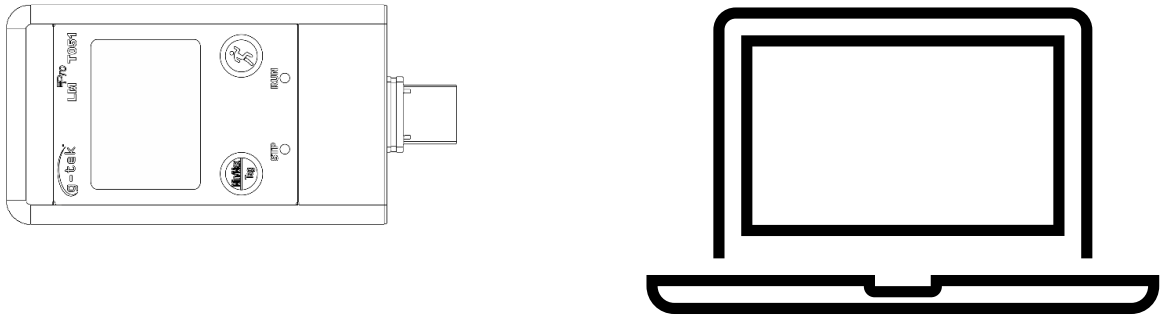

图 10 USB 类型-A 连接
- 通过 USB 端口将 LM^{Pro} T051 数据记录仪与 Windows PC 连接，如图10所示。